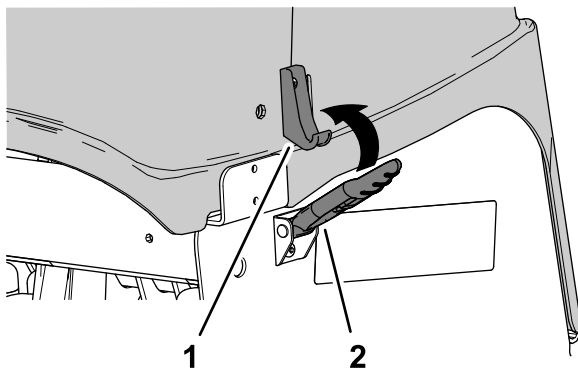

図 153
2. ラッチ全部で4つを掛けてカバーを固定する 図 153。